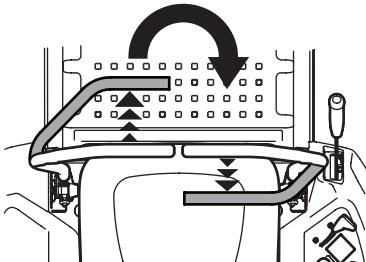

Figura 28
2. Para girar en el sentido de las agujas del reloj, mueva la palanca de control de la transmisión de la barra de seguridad izquierda hacia adelante mientras mueve simultáneamente la palanca de control de la transmisión de la barra de seguridad derecha hacia atrás (Figura 28).